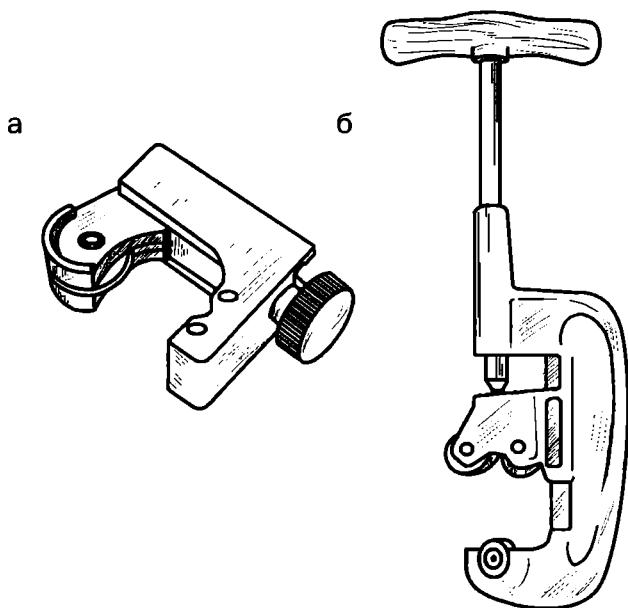

Рис. 34. Труборезы: а — для медных труб; б — для стальных труб
- труборез, необходимый для резки труб (рис. 34). Этот инструмент бывает механическим и электрическим. С его помощью вы быстро разрежете трубу большого диаметра,